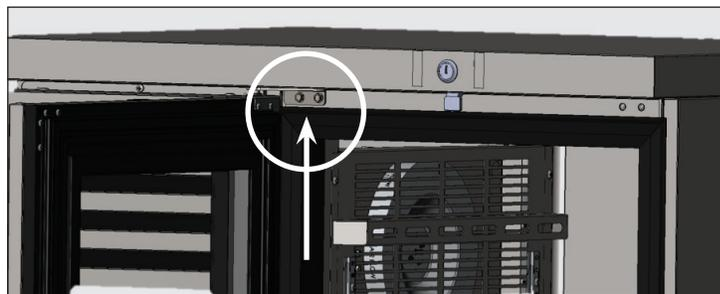

Рис. 1. Расположение болтов верхней петли.
1. Отыщите и удалите болты, при помощи которых кронштейн верхней петли крепится к передней части основания устройства. Удалите болты. См. рис. 1.